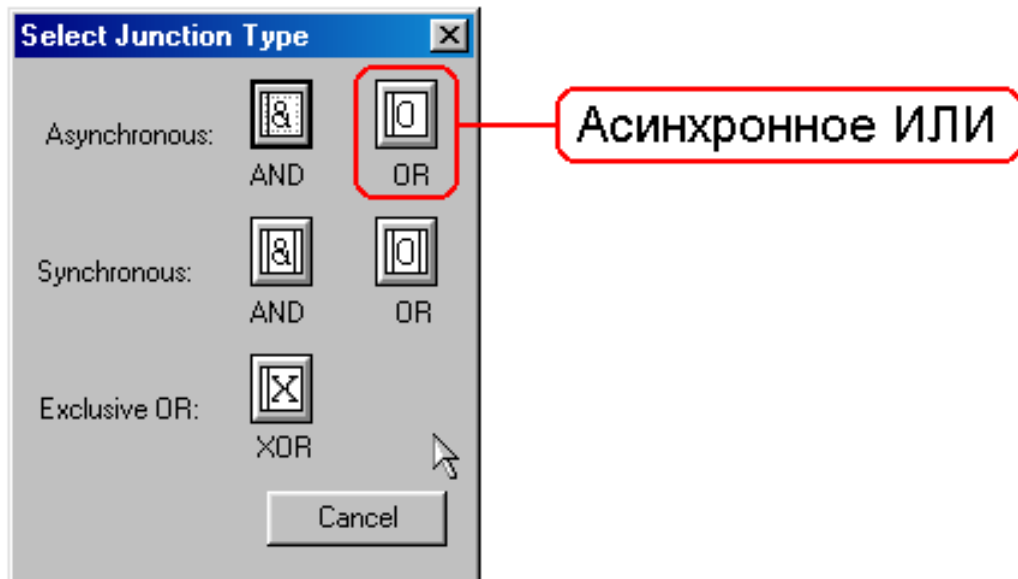

Рисунок 1.58 – Перекресток типа «асинхронное ИЛИ»
7. С помощью кнопки  на палитре инструментов внесите два перекрестка типа «асинхронное ИЛИ» (рисунок 1.58)